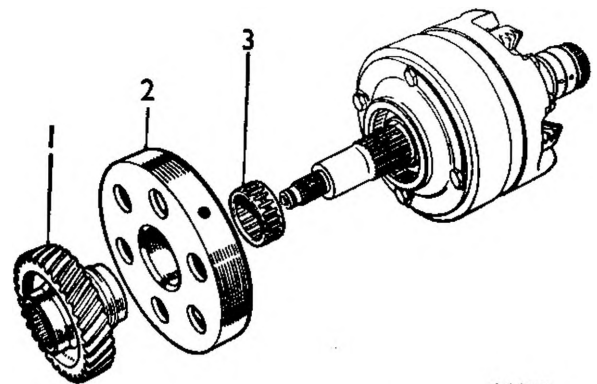

Fig. Fa. 47
5. Togliere l'ingranaggio secondario ed eliminare il membro a ruota libera della prima marcia e cuscinetto a rullini (vedi la figura Fa. 47 alla pagina seguente).